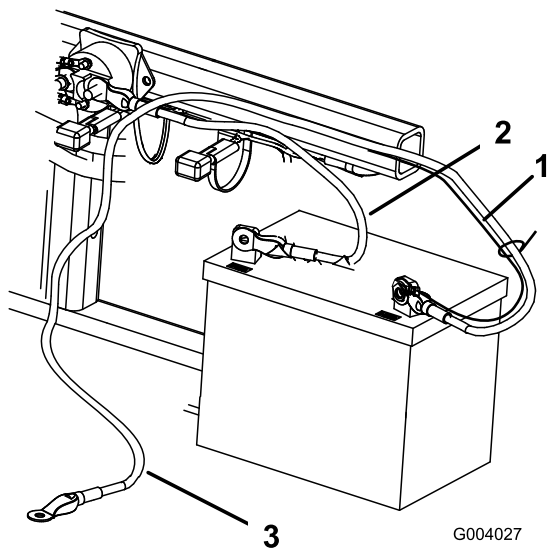

Figura 7
- Fissate il cavo positivo (rosso) al morsetto positivo (+) con un bullone (1/4" x 5/8") e un dado di bloccaggio (Figura 7).
3. Fissate il cavetto nero e il cavo negativo (nero) al morsetto negativo (-) della batteria con un bullone ($\frac{1}{4}$ " x $\frac{5}{8}$ ") e un dado di bloccaggio ($\frac{1}{4}$ ") (Figura 7).